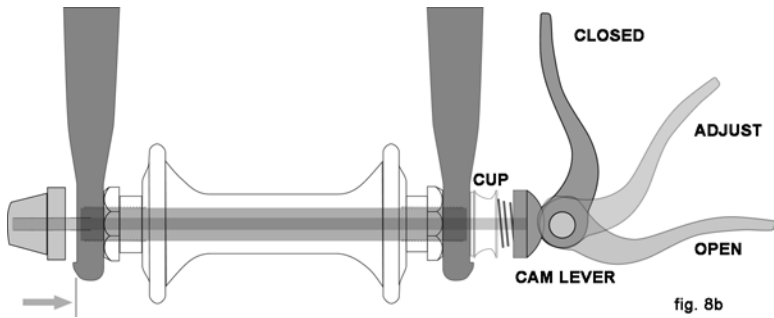

fig. 8b
Det finnes to typer over-midten kammekanismer for å holde hjulene på plass: det tradisjonelle over-midten kamsystemet (fig. 8a) og "cam-and-cup" systemet (fig. 8b). Begge bruker en over-midten kammekanisme for å klemme hjulet på plass. Sykkelen din kan ha et cam-and-cup system på forhjulet og et tradisjonelt kamsystem på bakhjulet.
b. Justering av cam-and-cup-mekanismen (fig. 8b)
(3) Hvis forgaffelen din har en sekundær festeenhet som kan klemmes på, løsne den. Hvis forgaffelen din har en integrert sekundær festeenhet og et tradisjonelt hurtigkoblingssystem (fig. 8a), løsne spenningsskruen nok til å fjerne hjulet fra dropouten. Hvis forhjulet bruker et cam-og-cup-system, (fig. 8b) klem koppen og cam-spaken sammen mens du fjerner hjulet. Det er ikke nødvendig at noen av delene roterer med cam-og-cup-systemet.
(1) Dersom sykkelen din har et forhjulsfeste med hurtigkobling, beveg spaken slik at den svinger vekk fra hjulet (fig. 8b). Dette er ÅPEN posisjon. Dersom sykkelen din har gjennomgående bolt eller fastboltet forhjulsholder, gå til neste trinn.
(3) Hvis du har en tradisjonell hurtigkoblingsmekanisme: hold spaken i JUSTER-posisjon med høyre hånd, stram spenningsjusteringskruen med venstre hånd til den er fingertett mot gaffelens dropout (fig. 8a). Hvis du har et cam-og-cup-system, kommer skruen og koppen (fig. 8b) til å ha hoppet på plass i fordypningsområdet på gaffelens dropouten og det bør ikke være nødvendig med noen justeringer.
(4) Hjulet skyves på plass mot toppen av sporene i gaffeldropoutene, samtidig som felgen på hjulet sentreres i gaffelen:
(3) På et derailleurgirsystem, trekk giret tilbake med høyre hånd.
(4) Ved en hurtigkoblingsmekanisme, flytt hurtigutløserhendelen til ÅPEN posisjon (fig. 8b). Ved en gjennomgående bolt eller en fastboltet mekanisme, løsne festet(ene) med en passende skiftenøkkel, låshendelen eller den integrerte hendelen, og skyv hjulet så langt fremover at du er i stand til å fjerne kjedet fra det bakerste tannhjul .
(5) Løft bakhjulet opp fra bakken noen centimeter og fjern det fra de bakre dropoutene.